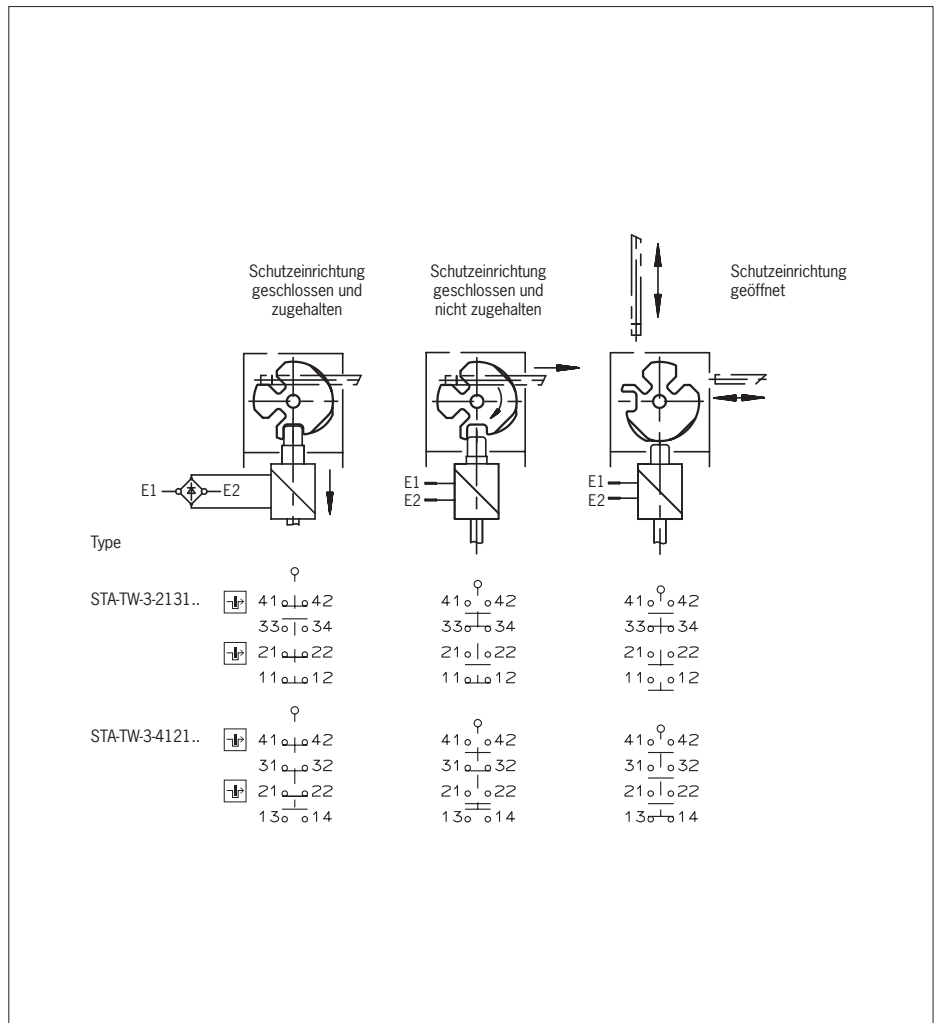

Bild 3: Schaltelemente und Schaltfunktionen
Es muss mindestens ein Kontakt verwendet werden. Dieser signalisiert den Zustand der Zuhaltung (Kontaktbelegung siehe Bild 3).
Es muss mindestens ein Kontakt verwendet werden. Es können auch Kontakte mit dem Symbol verwendet werden (Kontaktbelegung siehe Bild 3).
3. Anschließen und Klemmen mit 0,5 Nm anziehen (Kontaktbelegung siehe Bild 3).